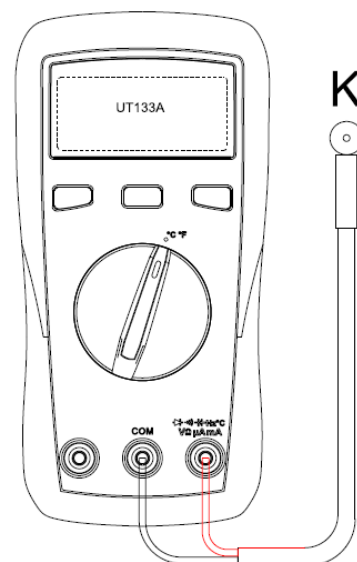

Рисунок 6
8. Измерение температуры (только UT133A) (см. рисунок 6)